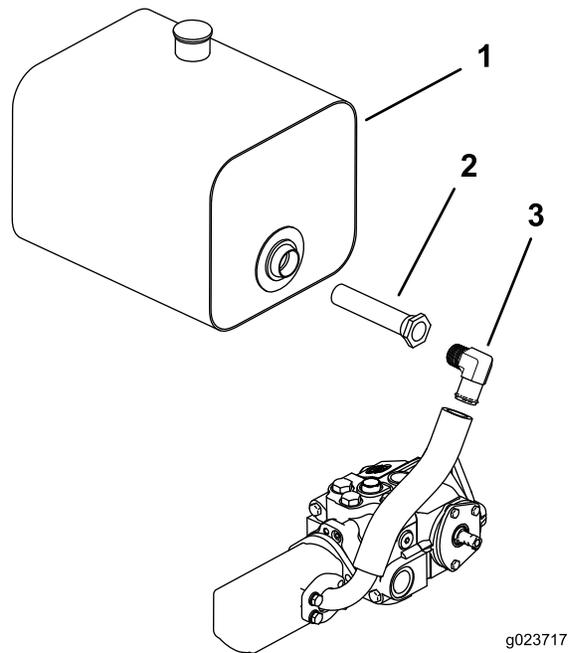

Figure 43
8. Débranchez le flexible du raccord coudé et déposez le raccord coudé (Figure 43).